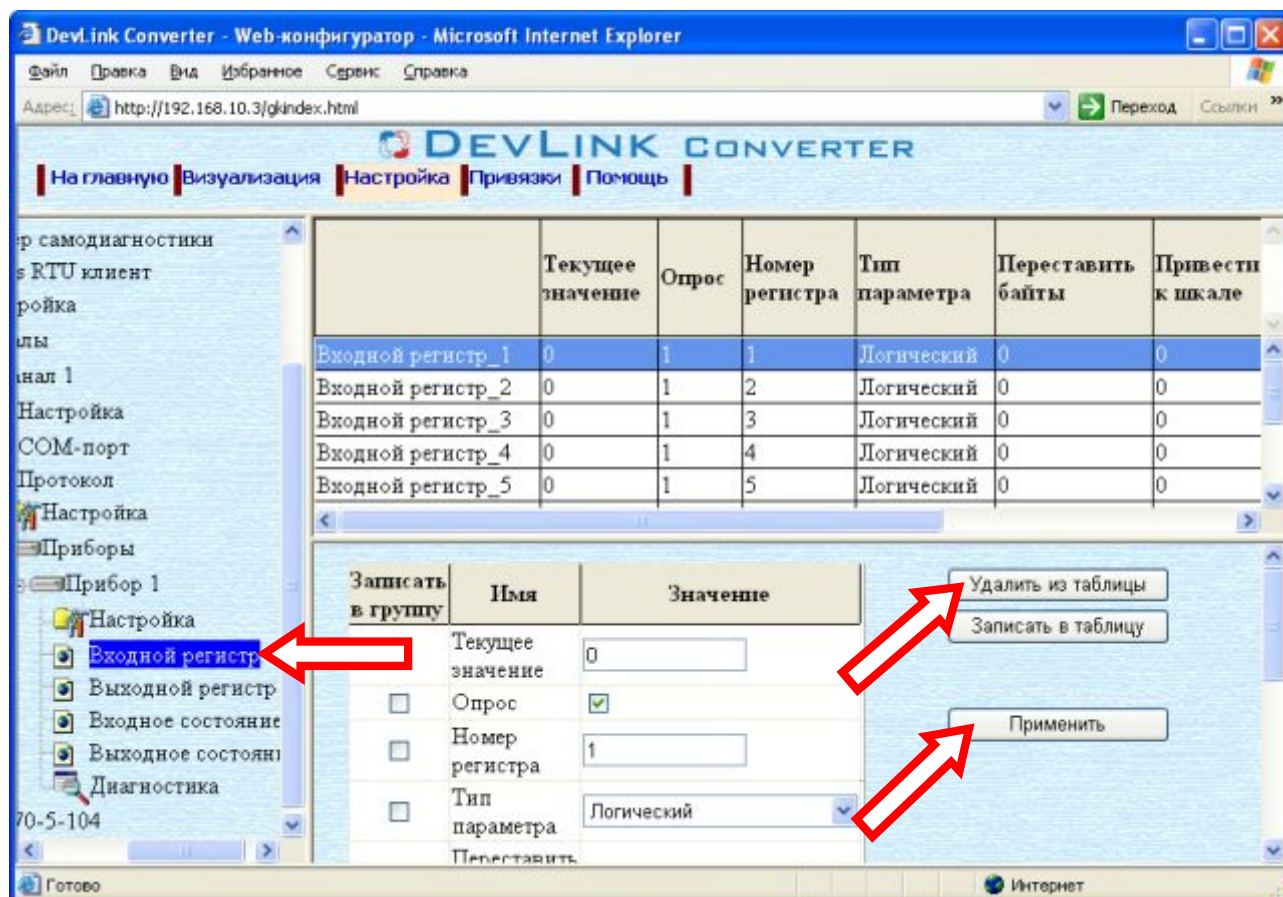

Рисунок 3.8 – Удаление регистров
- Выберите в дереве папку, содержащую регистры, которые нужно удалить (рисунок 3.8).